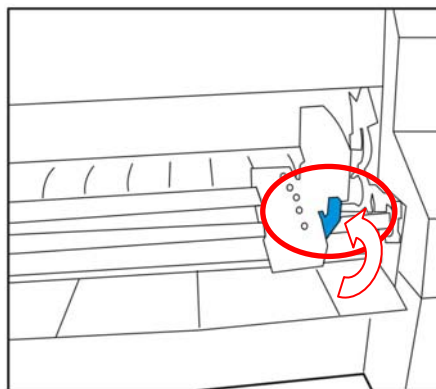

图 3-9 松开链轮锁定杆
4. 松开拖纸器左右链轮的链轮锁定杆（如图 3-9 所示）。